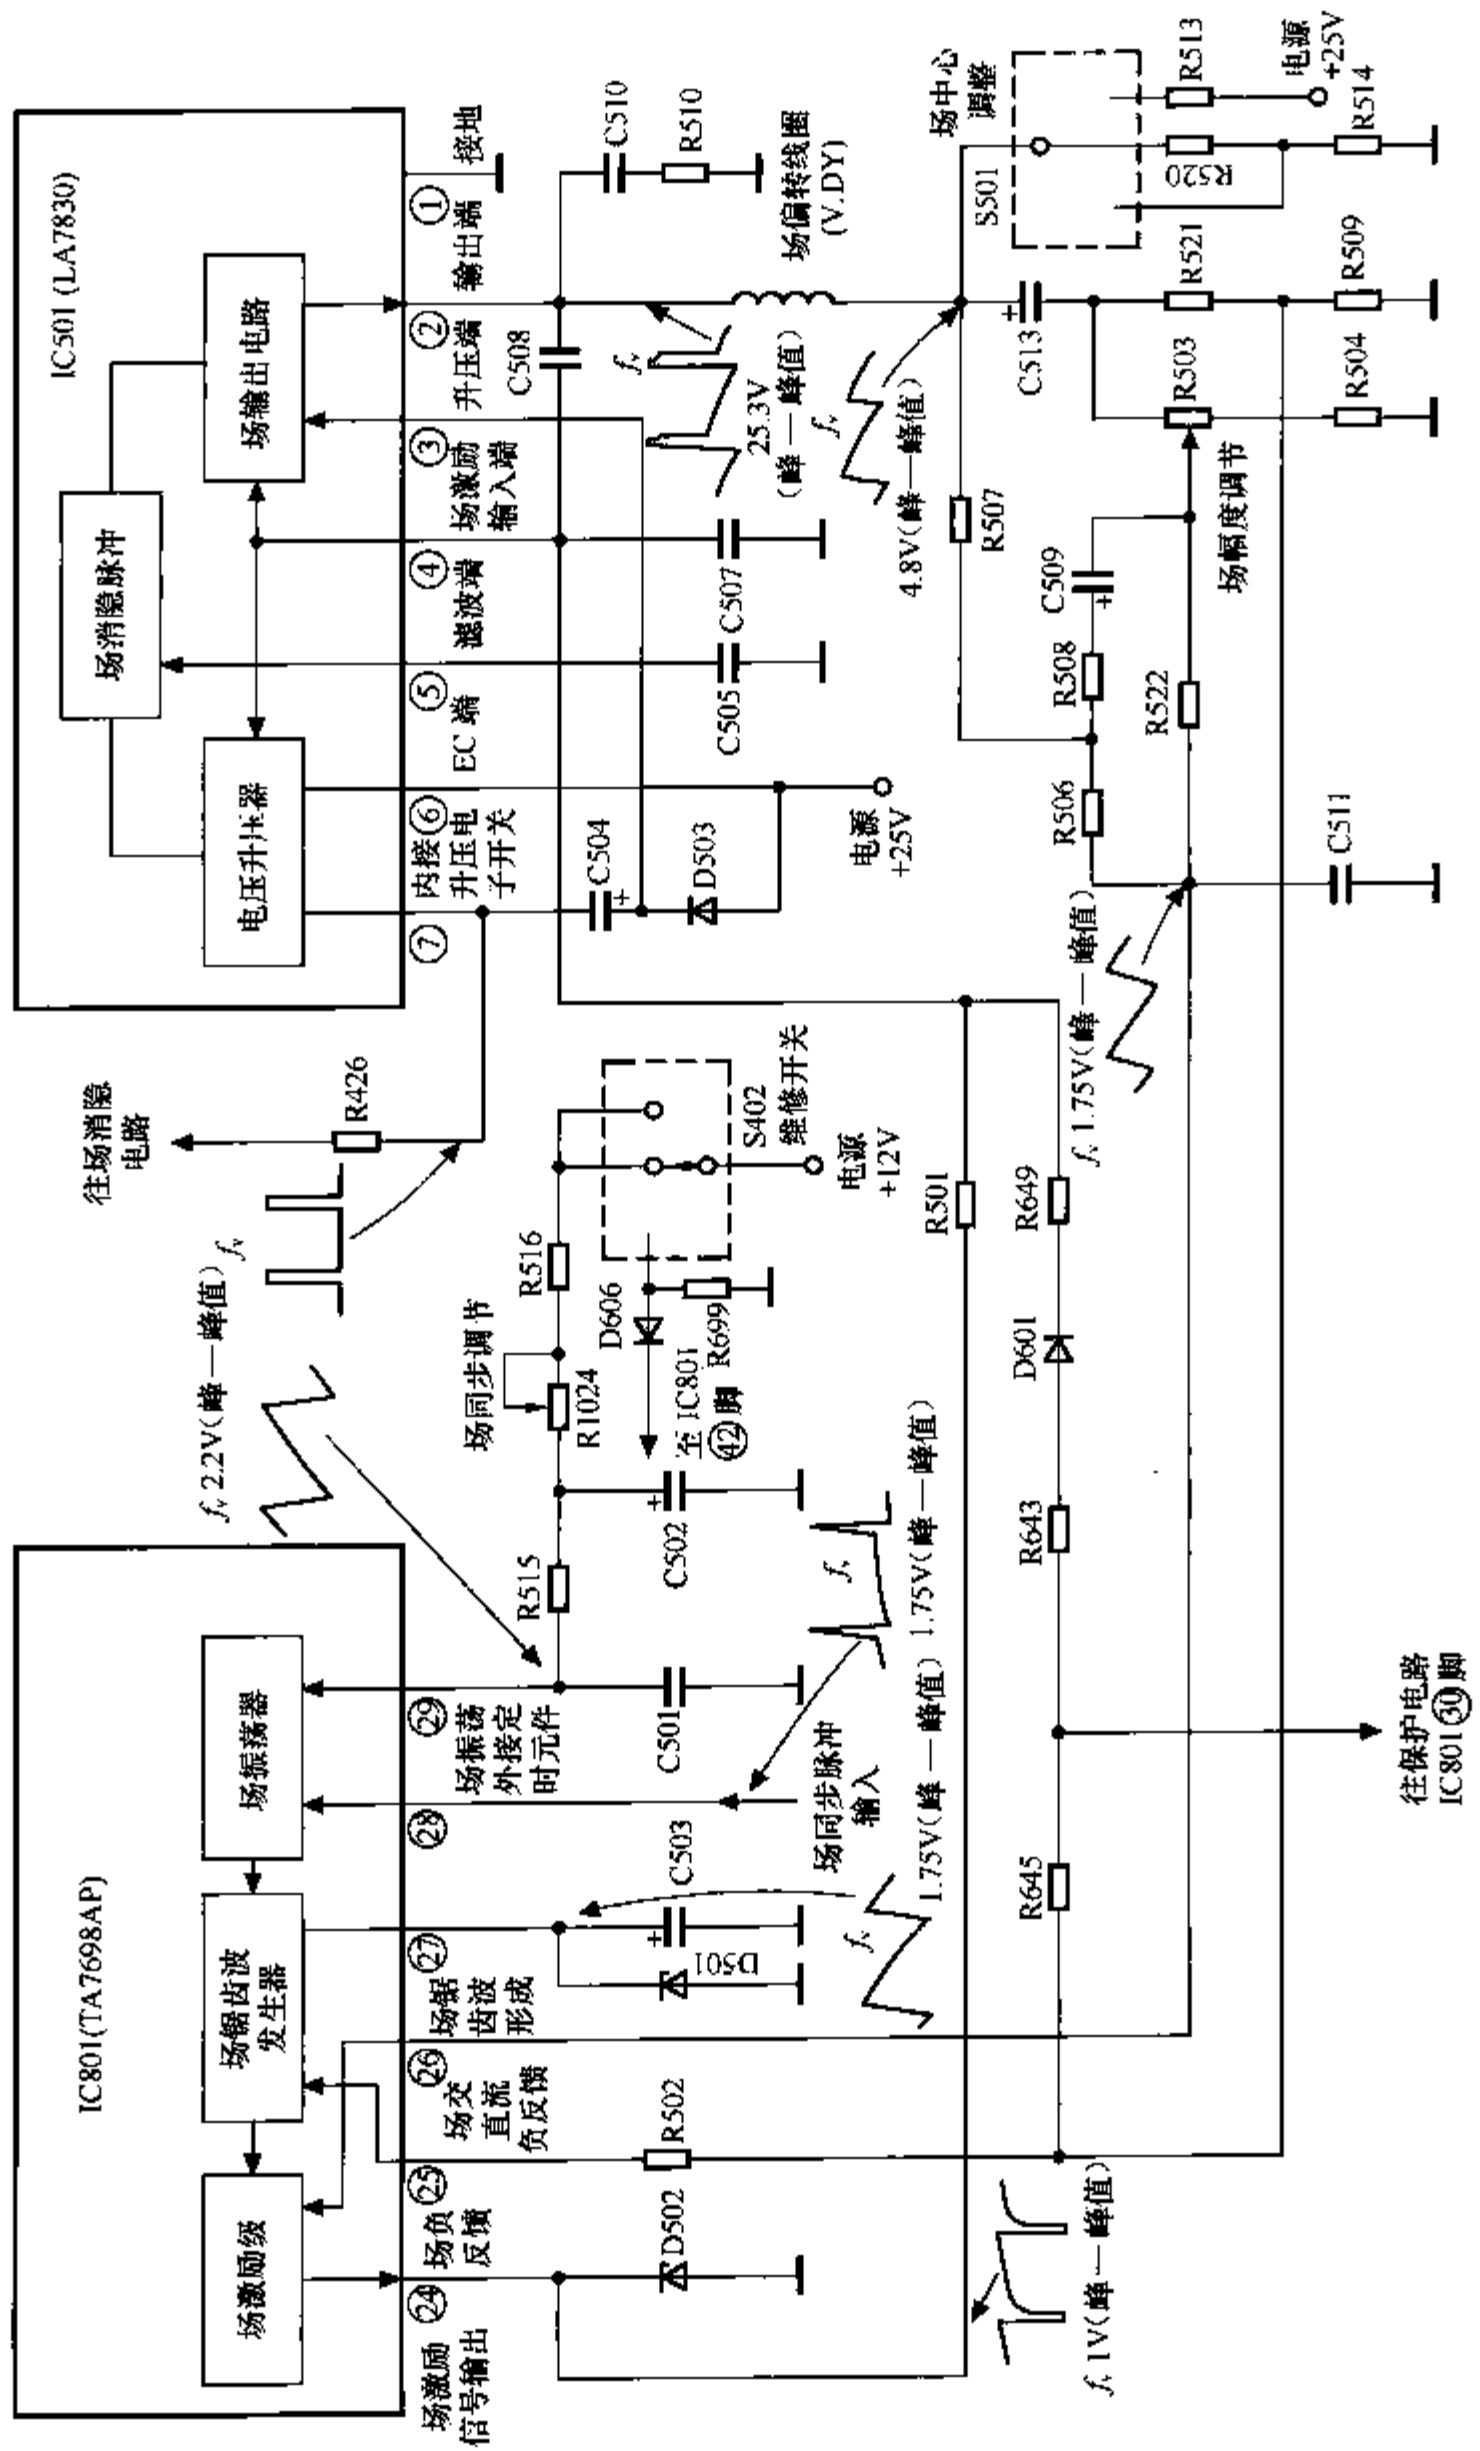

图 8-4 彩电典型的普通场扫描电路
下面以夏普 NC-2 机心场扫描电路为例介绍普通彩电场扫描电路, 该电路以 TA7698AP 为核心构成, 如图 8-4 所示。
如图 8-4 所示, 该机的场输出电路采用了 OTL 型功率放大器 LA7830。
**提示** 夏普 NC-2 机心设置了保护电路，当场输出电路工作异常时，会导致保护电路动作，产生无光栅故障，所以应将保护电路解除后，使屏幕上出现一条水平亮线，才能进行检修。而康佳 K 型机心的场扫描电路异常会产生黑屏故障，也就是加大加速极电压后，屏幕上会出现一条水平亮线。下面以图 8-4 所示电路进行介绍。